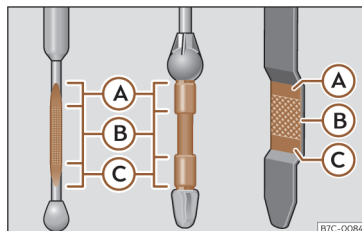

Fig. 203 Jauge d'huile moteur.
Légende de la >>> fig. 203 :
- Puis retirez-la à nouveau et vérifiez le niveau d'huile >>> fig. 203. Faites l'appoint d'huile moteur si nécessaire.
- Dès que le niveau d'huile atteint la zone >>> **fig. 203 B**, revissez soigneusement le couvercle de l'orifice de remplissage >>> **①**.